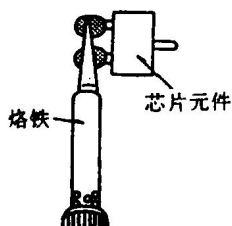

图 G5
- (3) 同时给剩下的两个焊点加热并拔下它们 (图 G5)。